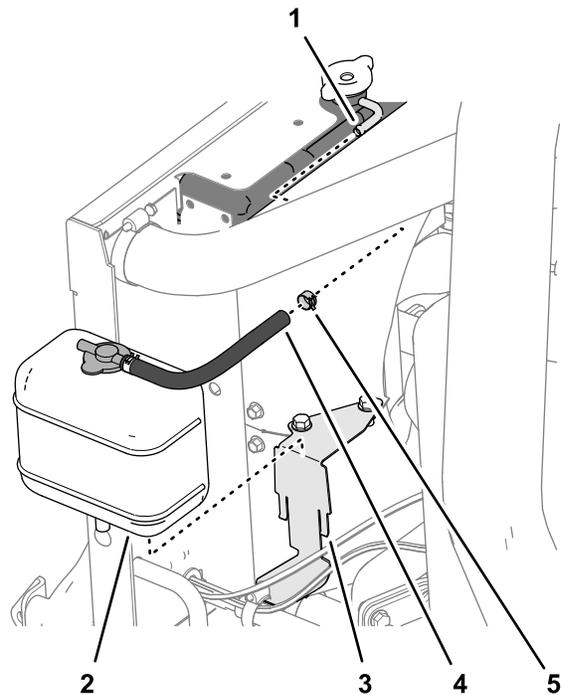

图8
1. 取下将软管固定至散热器溢流接头的软管夹然后从接头中取出软管图8。
2. 从储液箱支架提起储液箱并从机器上卸下储液箱图8。